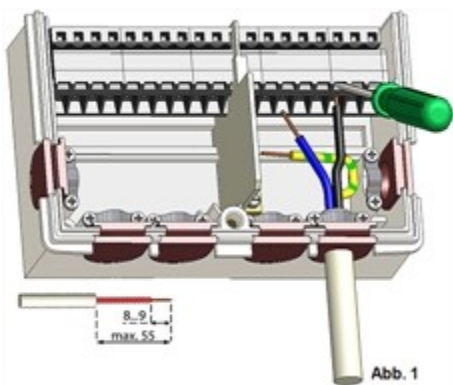

Abb. 1
2. Leitungen max. 55 mm abmanteln, einführen, die Zugentlastungen montieren, Aderenden 8-9mm abisolieren (Abb. 1)